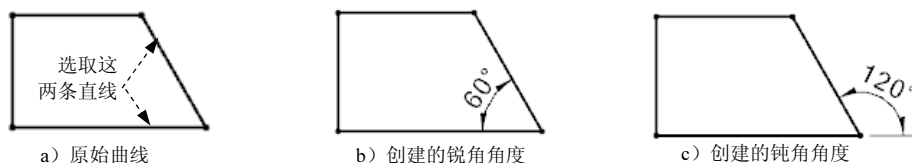

图 5.8.8 角度的标注
标注两条直线间的角度是指标注所选直线之间夹角的大小，且角度有锐角和钝角之分。下面通过标注图 5.8.8 所示的角度来说明标注直线间角度的步骤。
**Step 3** 移动鼠标至合适位置（移动的位置不同，生成的角度可能是锐角或钝角，如图 5.8.8 所示），单击放置尺寸。